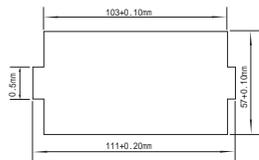
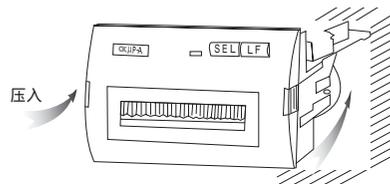

图3-3 安装孔尺寸
图3-4 安装示意图
为了将CKUP-A打印机安装在仪器仪表的面板上，应该按照安装孔尺寸在仪器设备的面板上开一个安装孔（如图3-3所示），然后将打印机推入扣住，即安装在面板上（如图3-4所示）。建议用户购得机器后，准确测量再行开孔。
- 1、用拇指和中指夹住面板左右两侧，取下打印机的前盖板，如图3-4所示。
1、与装色带匣时一样，取下打印机的前盖，如图3-10所示，从纸架里取出弹簧纸轴，如图3-4所示。